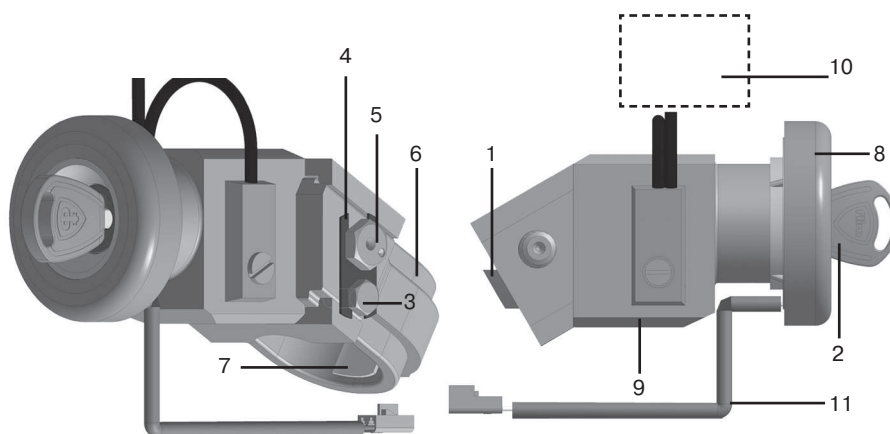

рис. 5 Схема механической части замка
5.3. Отведите ригель механического замка (рис. 5, поз. 1) в крайнее положение. Для этого поверните ключ в положение «SET» (ключ остается в замке), как указано в пункте 4.4. Положение ключа в режиме «SET» используется как при монтаже, так и при демонтаже механического замка.
5.4. Отверните болт М5 (рис. 5, поз. 3) и снимите планку оси эксцентриковой (рис. 5, поз. 4). Выньте ось эксцентриковую (рис. 5, поз. 5) и разъедините хомут (рис. 5, поз. 6) от корпуса механического замка (рис.5 поз 9).
5.6. В совмещенные отверстия, вставьте свободно усилием руки ось эксцентриковую, затем с помощью ключа «S14» поверните по часовой стрелке шестигранную головку на оси эксцентриковой крутящим моментом не более 4 кгс·м, обеспечив плотное прилегание корпуса механического замка к кожуху вала рулевого управления. При наличии зазоров, невыбираемых осью эксцентриковой, используйте прокладки-компенсаторы со скотчем (рис. 5, поз. 7), прикрепив их (одну или две) на предварительно снятый хомут. При достижении жесткой фиксации механического замка на кожухе вала рулевого управления, установите планку оси эксцентриковой (рис. 5, поз. 4), закрепив болтом М5 (рис. 5, поз. 3), и отогнув лепестки на планке, зафиксируйте ось эксцентриковую и болт М5 от поворота (фото 2).
6.4. После проведения проверки работоспособности электромеханического замка зажигания на автомобиле, установите пластмассовый кожух рулевой колонки, оденьте декоративную насадку с катушкой связи на замок (рис.5 поз.11) и окончательно отрегулируйте пластмассовый кожух рулевой колонки относительно декоративной насадки.